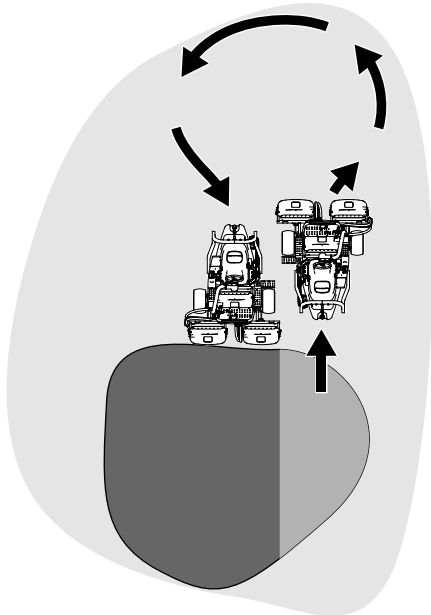

图 23
6. 要缩短下一趟剪草的操作时间并方便剪出直线应轻轻朝相反方向转动机器然后再转向未剪部分。此动作是一个泪滴状的转弯图23可将机器快速对齐进行下一趟剪草。